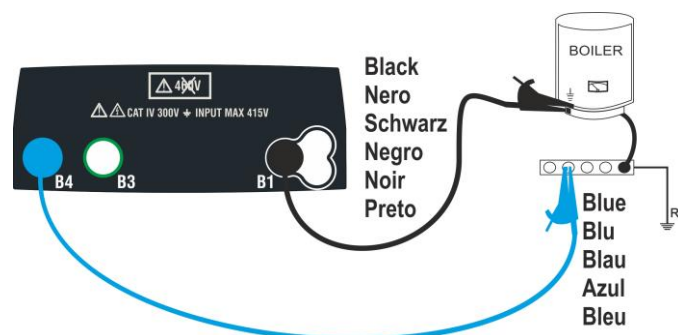
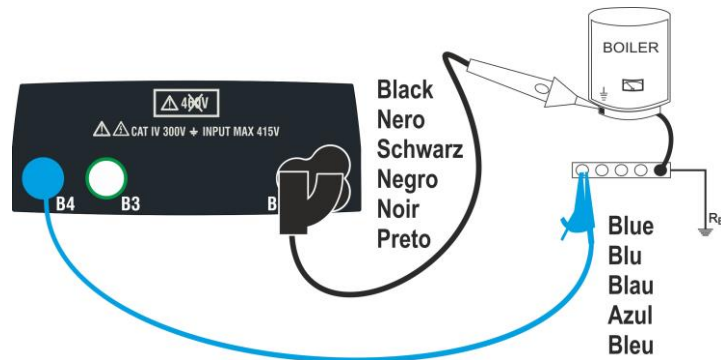

Fig. 10: Teste de continuidade através de cabos únicos
Fig. 11: Teste de continuidade via cabo remoto
6. Ligue os cabos e/ou o cabo remoto ao condutor em teste de acordo com Fig. 10 ou Fig. 11.